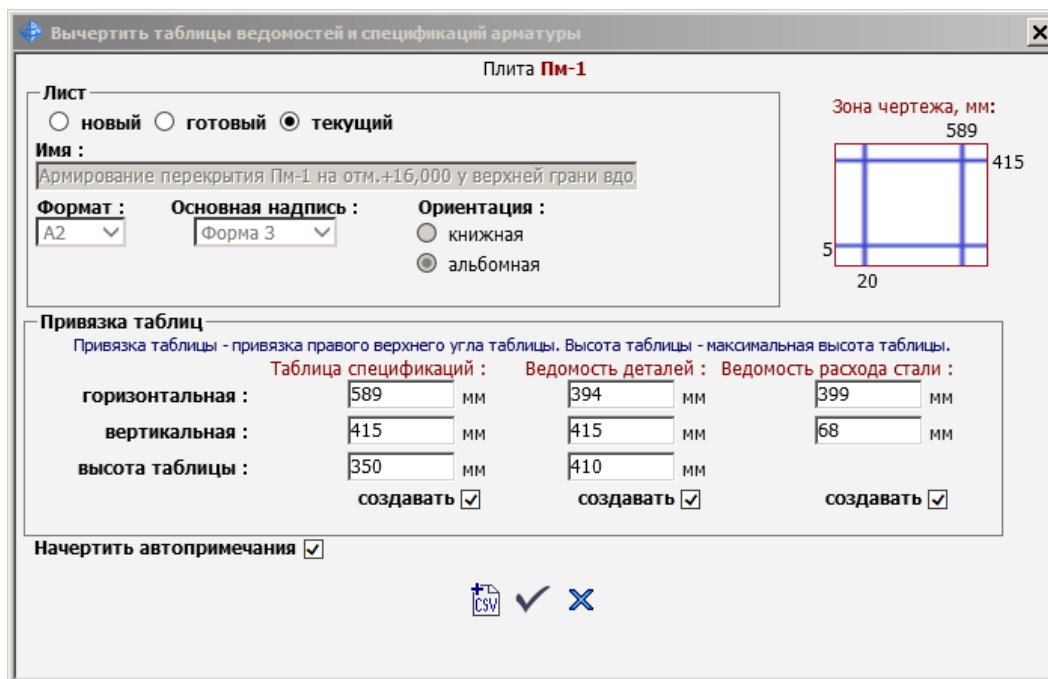

Рис.23.50. Диалоговое окно **Вычертить таблицы ведомостей и спецификаций арматуры**
- Вызовите диалоговое окно **Вычертить таблицы ведомостей и спецификаций арматуры** (рис.23.50) щелчком по кнопке **Поместить на чертёж...** в диалоговом окне **Спецификация арматуры. Пм-1**.